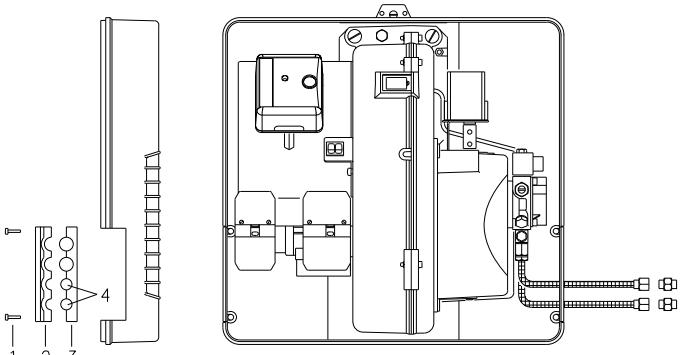

Abb. 17
- die Schrauben 1)(Abb. 17), abdrehen, die Platte in den Teilen 2)-3) öffnen und die dünne Schließblende der beiden Bohrungen 4) abnehmen.